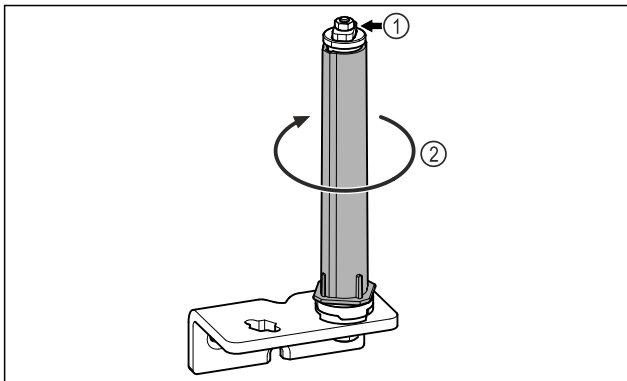

Fig. 18
▶ Nerozebírejte uzávěrací systém dvířek Fig. 18 (1).
- ▶ Otáčejte uzávěracím systémem Fig. 18 (2), dokud nezacvakne.